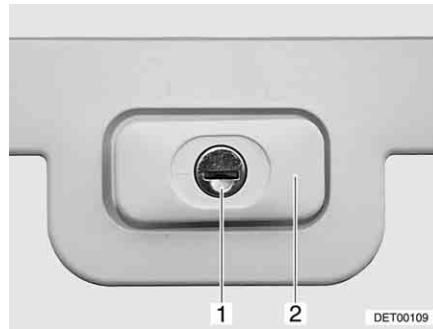

Fig. 29 Serrure du portillon, rectangulaire, fermée
- Insérer la clé dans le barillet (Fig. 29,1) et la tourner d'un quart de tour. La poignée de la serrure (Fig. 29,2) ressort.